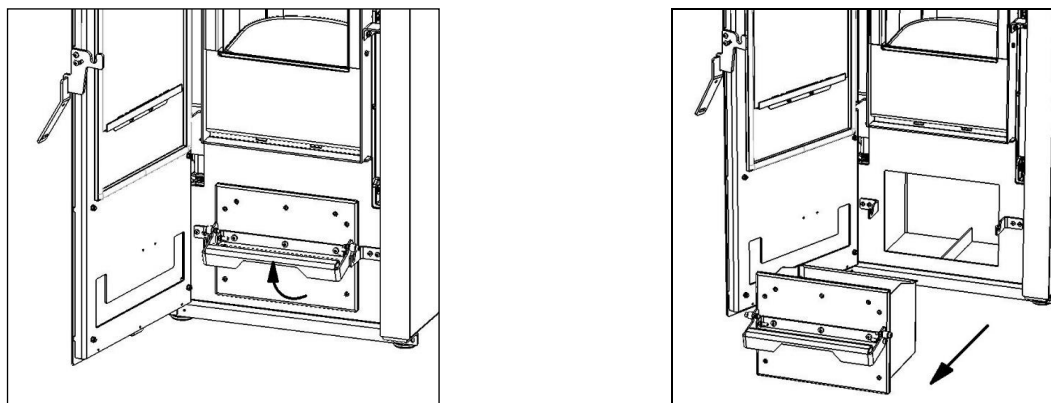

Fig. 10.5
1. Retirez le tiroir à cendres à l'aide de la poignée comme indiqué sur l'image (voir **fig. 10.5**). Videz-le et aspirez les éventuels restes de cendres du tiroir et dans le logement, en faisant attention à la présence de braises qui risqueraient d'endommager l'appareil utilisé pour effectuer le nettoyage. Une fois le nettoyage effectué, remettez le tiroir en place en faisant attention de bien le fermer